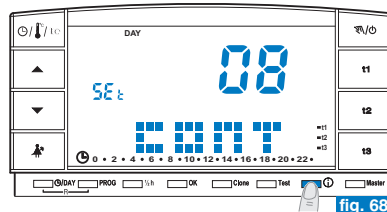

fig. 68
- Sur la page-vidéo précédente appuyer une autre fois sur la touche : l'indication **CONT** et la valeur de contraste activée s'afficheront sur l'écran, configuration d'usine **08** (exemple sur la fig. 68).